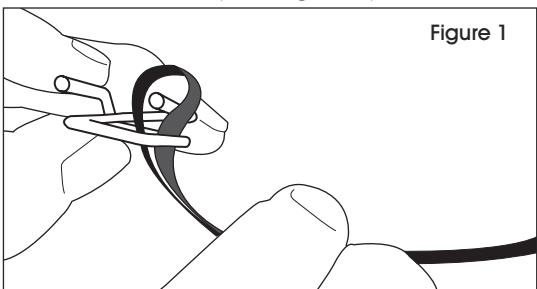

Figure 1
1. Insérez l'extrémité du feuillard de cerclage en le dirigeant vers le haut à travers le centre de la boucle et autour de la patte ouverte pour former une boucle. Tirez la partie supérieure fermement autour de la patte. (Voir Figure 1)